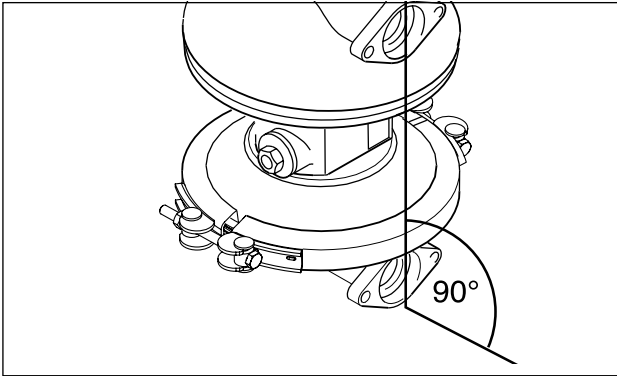

Abb. 7: Ausrichtung der Pumpenkammern
- Die Pumpenkammern sind grundsätzlich bei in Ansaugstellung befindlicher Membran zu montieren (Membranteller in Luftkammer hineindrücken) (Abb 15). Spannbänder oder Montageflansch festschrauben. Zweite Membran analog montieren. Die Flanschflächen der Pumpengehäuse müssen fluchten (Abb. 7).